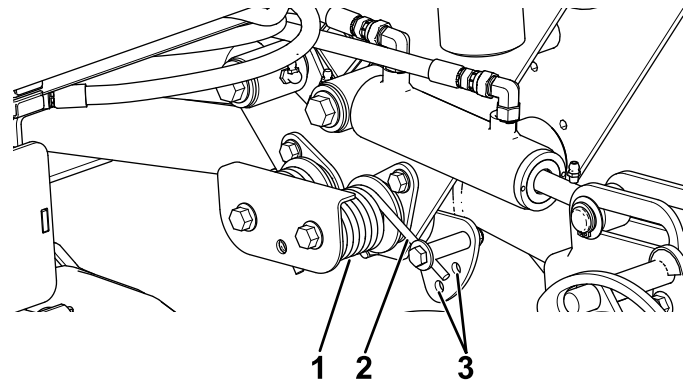

图 44
2. 将一个管子或类似物体插入长弹簧一端并在调节过程中降低弹簧张力(图 44)。
3. 在降低弹簧张力时拆下将弹簧传动器固定到支架上的螺栓和锁紧螺母(图 44)。